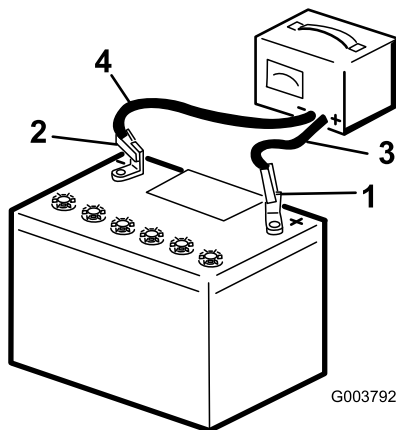

Figura 68
3. Conecte el cable positivo del cargador de la batería al borne positivo de la batería (Figura 68).
4. Conecte el cable negativo del cargador de la batería al borne negativo de la batería (Figura 68).
- Cuando la batería esté completamente cargada, desconecte el cargador de la fuente eléctrica, luego desconecte los cables del cargador de los bornes de la batería (Figura 68).